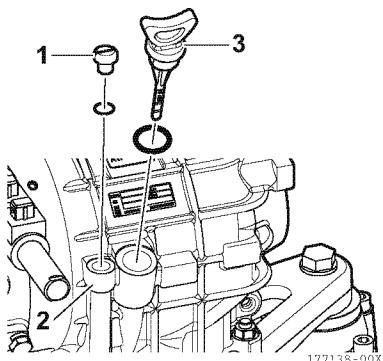
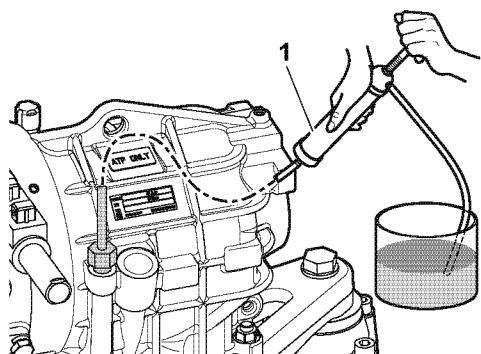

Abbildung 9
Abbildung 10
1. Zum Ölwechsel muss der Stopfen (1, **Abbildung 9**) vom Ölabsaugrohr (2, **Abbildung 9**) entfernt werden. Das Absaugen kann mit einer Handpumpe erfolgen (1, **Abbildung 10**).
2. Den Schlauch der Handpumpe (1, **Abbildung 10**) durch das Absaugrohr (2, **Abbildung 9**) schieben und die Flüssigkeit absaugen.
3. Den Ölmessstab (3, **Abbildung 9**) herausschrauben.
5. Den Ölmessstab einschrauben (3, **Abbildung 9**).